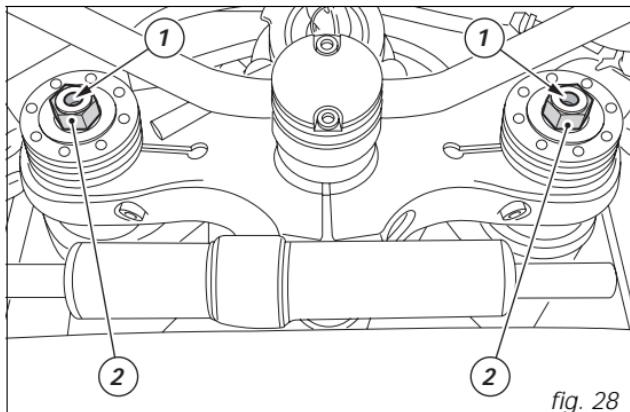
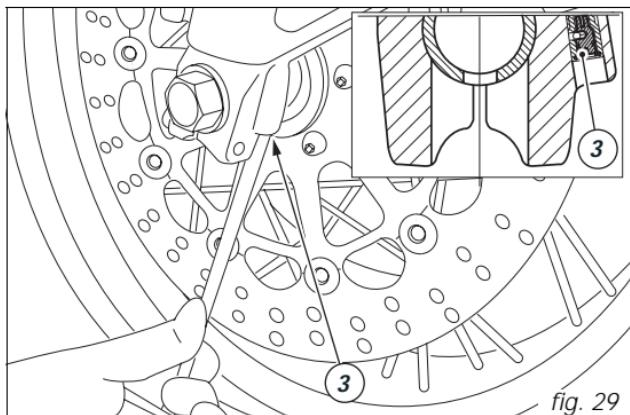

fig. 28
fig. 29
Registri di regolazione forcella anteriore (fig. 28 e fig. 29)
- 1) per modificare il freno idraulico in estensione (fig. 28);
- 2) per modificare il precarico delle molle interne (fig. 28);
- 3) per modificare il freno idraulico in compressione (fig. 29).